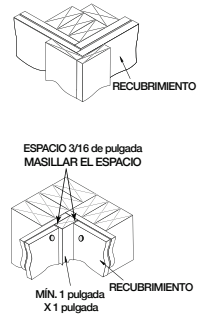

Figura 3
- En las esquinas use moldura TruWood (consulte la figura 3).